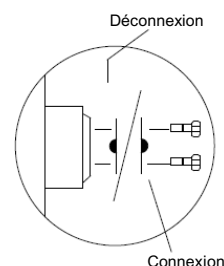

Figure 8-1
1. Caler les roues afin de prévenir tout mouvement de la machine. Modèles 4 RM : Retournez le cache de déconnexion des deux moyeux de couple arrière pour desserrer les freins, conformément à la Figure 8-0, page 8-1. Tournez le clapet à orifice du collecteur de traction dans le sens antihoraire jusqu'au bout, conformément à la Figure 8-1, page 8-1.